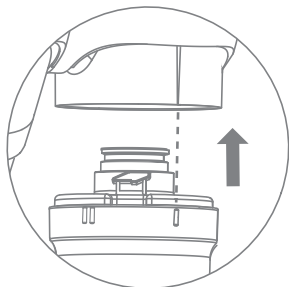

Рис. 4
3. Совместите центральный указатель на скобе фильтра и метку «I» (Б) на картридже (рис. 4).